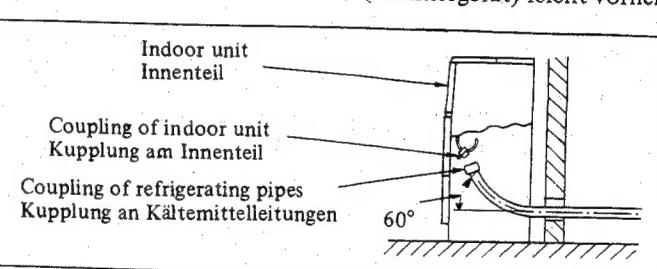

Fig. 11
(2) Das Rohrende, das zum Innenteil der Anlage führt, ist so zu formen, daß sich ein Anschluß an die Kupplung der Küleinheit (Zimmergerät) leicht vornehmen läßt. Vgl. Abb. 11.